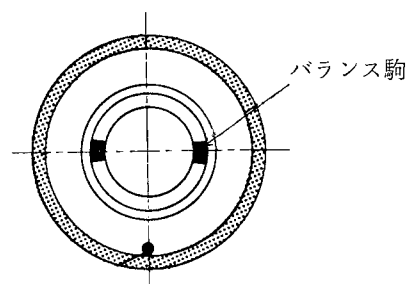

図1-28
(4) バランス駒を取付ける。
- ① 重心と90°の位置に、バランス駒を2個取付け、仮締めする(図1-28)。